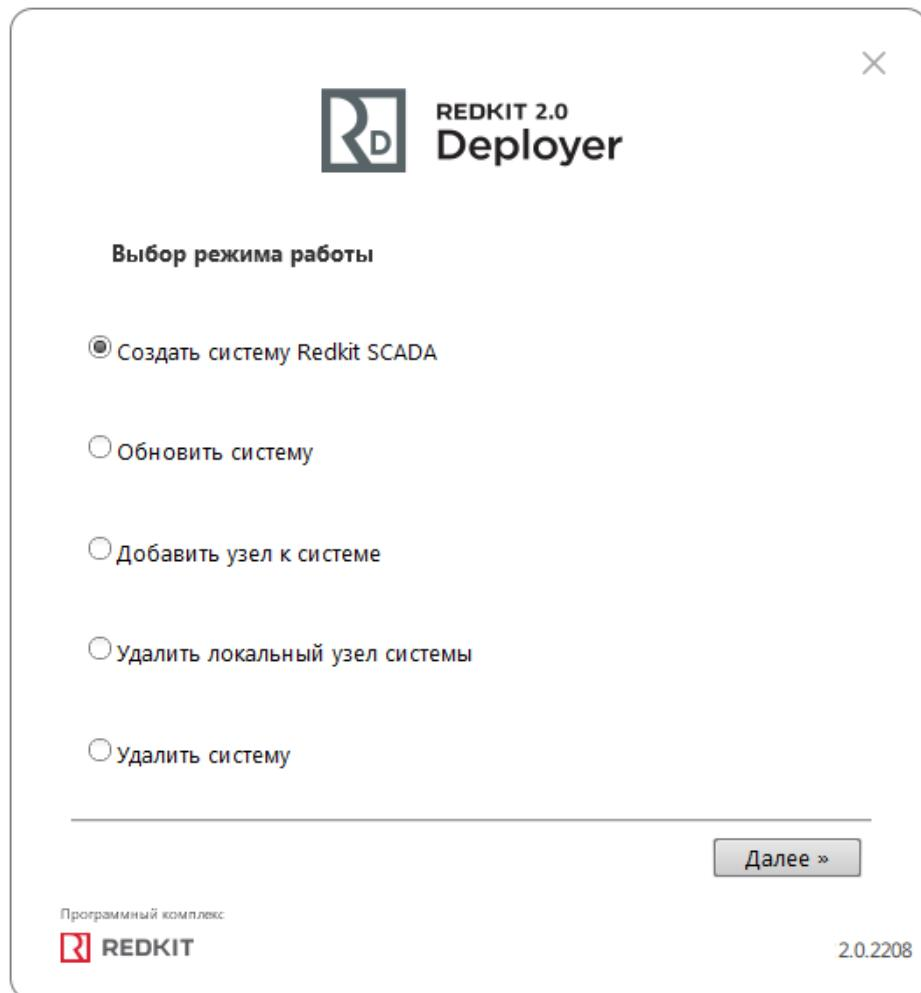

Рисунок 35 - Выбор режима работы Deployer
3. Выберите режим работы **Создать систему Redkit SCADA** (Рисунок 35).